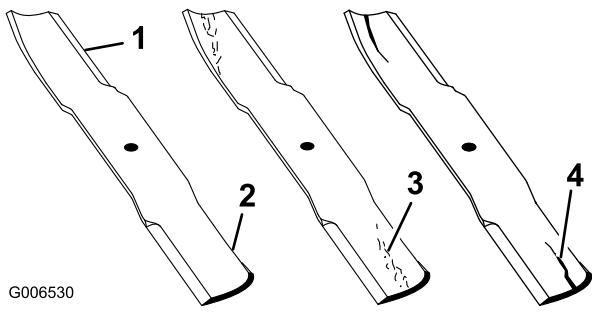

Bild 52
1. Untersuchen Sie die Schnittkanten (Bild 52).
2. Prüfen Sie die Schnittmesser, insbesondere den gebogenen Bereich (Bild 52).
Hinweis: Montieren Sie, wenn Sie Schäden, Verschleiß oder Rillenbildung in diesem Bereich feststellen (Bild 52), sofort ein neues Schnittmesser.